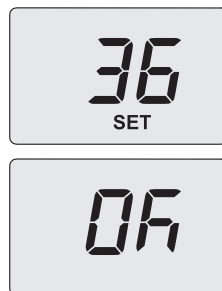

Figura 5.41
- Utilizzando i tasti 11 o 12 è possibile modificare il valore del parametro 10 da **00=0s** a **100=500** (ogni aumento o diminuzione di una unità sul display corrisponde a 5 secondi). Es. 36=180 secondi. Sul display compare la scritta **"SET"** (Figura 5.41).
- Premendo il tasto 13 (Figura 5.38) si ottiene la conferma del valore inserito. Sul display appare per 3 sec. la scritta **"Ok"** (Figura 5.41), per poi visualizzare la lista dei parametri.